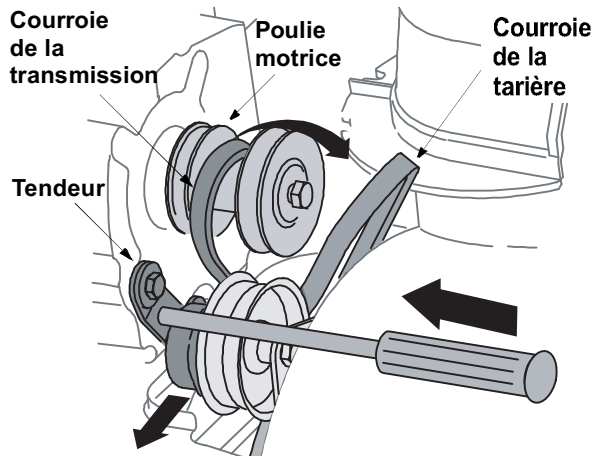

Figure 26
- Poussez la poulie de tension loin de la goulotte et enfoncez un tournevis à tête Phillips dans le trou sur la tendeur, comme à la Figure 26 . Ceci éliminera la tension sur la courroie de la transmission.
- Dégagez la courroie de la transmission et éloignez-la de la poulie motrice pour la retirer. Voir la Figure 26 .